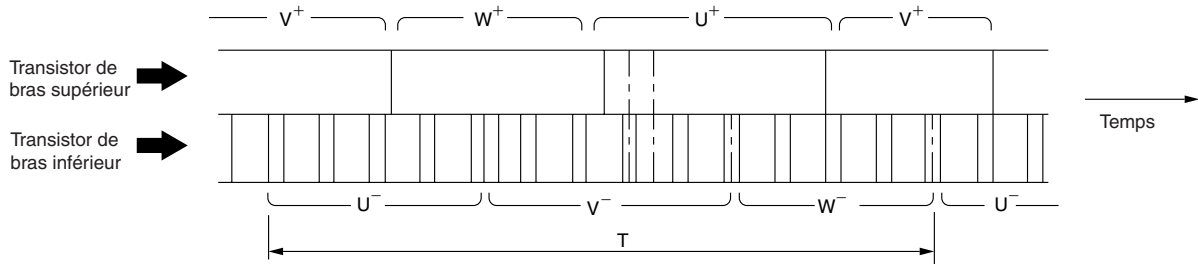

Fig. 13-2
- Suivant un procédé identique à la régulation de vitesse de compresseur, la vitesse du moteur de ventilateur extérieur à CC est régulée par commutation de l'intensité appliquée en fonction de la vitesse de rotation du rotor d'axe magnétique de moteur de ventilateur : l'ordre de commutation est indiqué sur la Fig. 13-2.
- La Fig. 13-2 représente la période de commutation de durée T et le rapport avec la vitesse de rotation de ventilateur est représenté par la formule suivante:
- La Fig. 13-2 représente la forme d'onde de tension mesurée au point A (phase U). (Les phases V et W sont identiques) La forme d'onde de tension de chaque phase peut être observée à la borne d'anode de D904-D906.